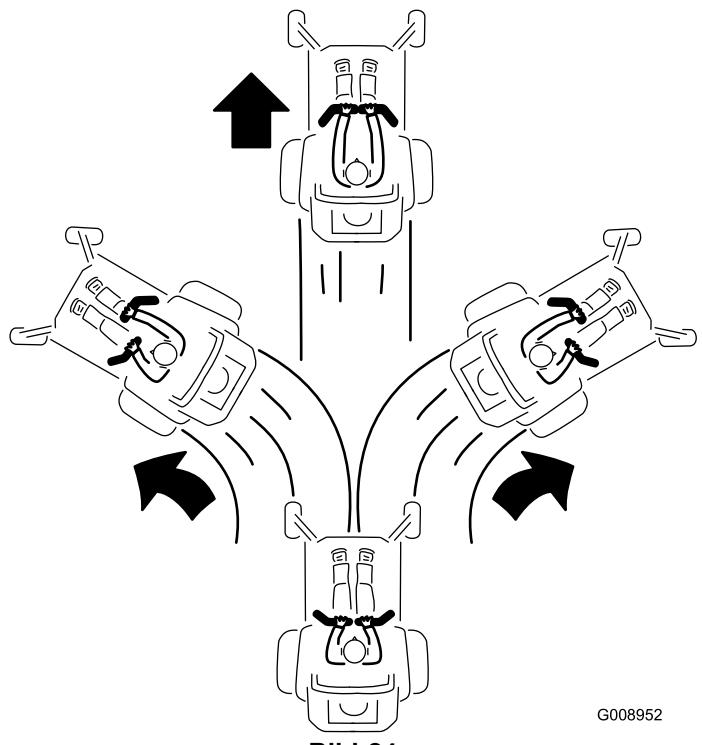

Bild 24
3. Schieben Sie für das Vorwärtssfahren die Fahrantriebshebel langsam vorwärts (Bild 24).